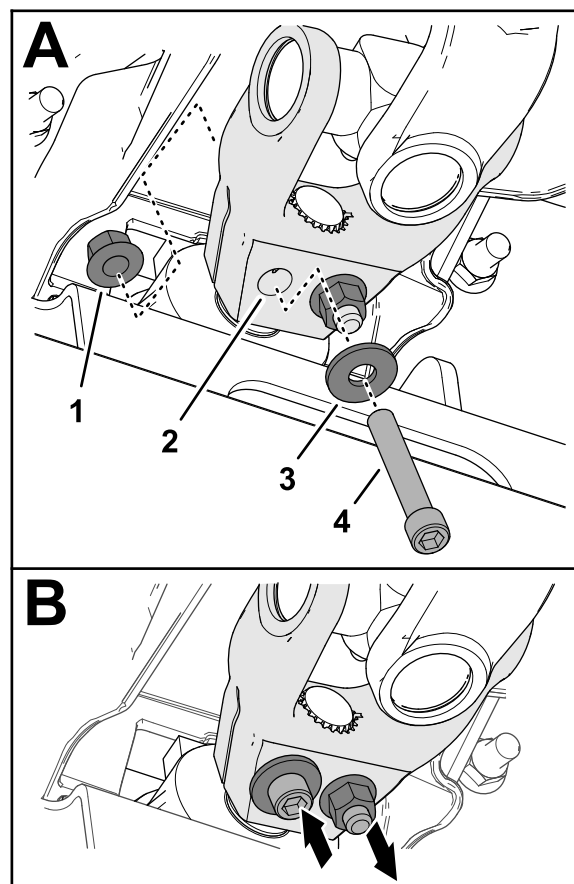

**Рисунок 18**
5. Совместите шлицы вилки ведущего вала со шлицами входного вала навесного оборудования (Рисунок 18) и наденьте вилку на вал.